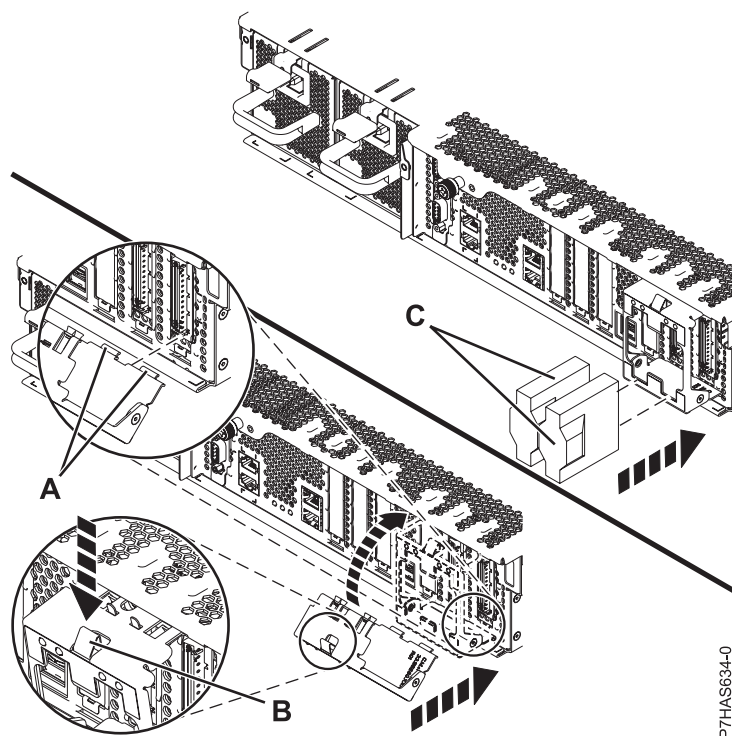

Figure 5. Installation du crochet de fixation de câble
16. Si le crochet de fixation de câble **(A)**, illustré dans figure 5, à la page 6, est fourni, procédez comme suit :
- b. Approchez le crochet de fixation de câble du châssis et poussez le dispositif de fixation (B) dans le châssis pour sécuriser le support.
17. A l'arrière du système, connectez les câbles de l'adaptateur (C).